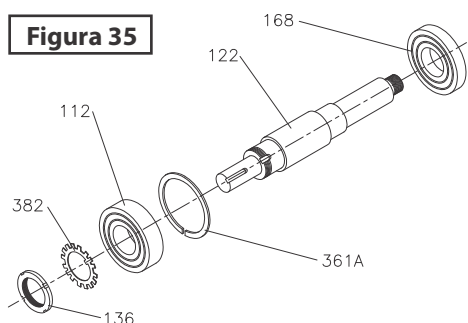

Figura 36
- Embone el anillo de sujeción en el soporte de rodamientos, asegurándose de que coincidan las ranuras de lubricación y tornillos con los del soporte; apriete los tornillos con su respectiva llave de tuercas (vea la figura 36).